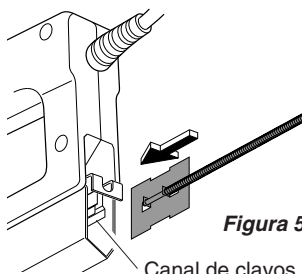

Figura 5
5. Vuelva a colocar en la cámara el impulsor de clavos. Para hacer esto inserte el extremo metálico plano del impulsor de clavos en el canal de clavos (vea la Figura 5). Empuje totalmente el impulsor de clavos en la cámara de clavos. Empuje hacia arriba el extremo con gancho del impulsor de clavos y asegúrelo a la cámara de clavos.